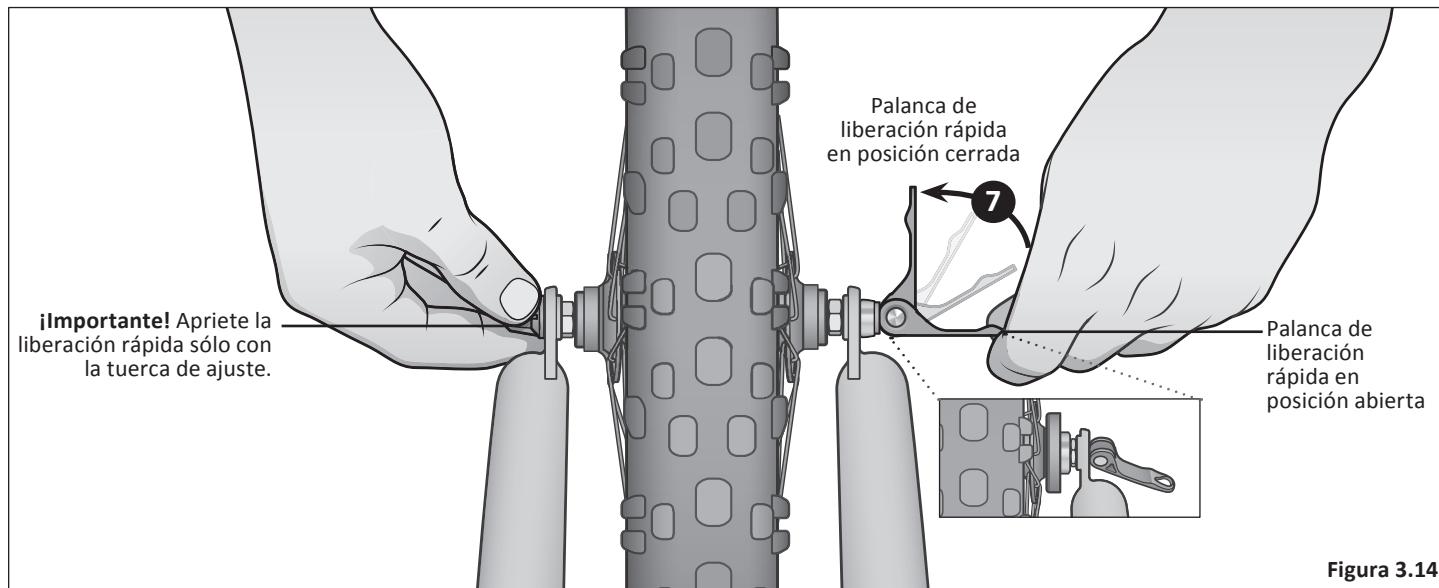

Figura 3.14
- 7 Mueva la palanca de liberación rápida a la posición de **abierta**. Con una mano sobre la palanca de liberación rápida y otra en la tuerca de ajuste, empiece a apretar la tuerca de ajuste a mano hasta que comience a sentir cierta resistencia contra la horquilla. **Figura 3.14**